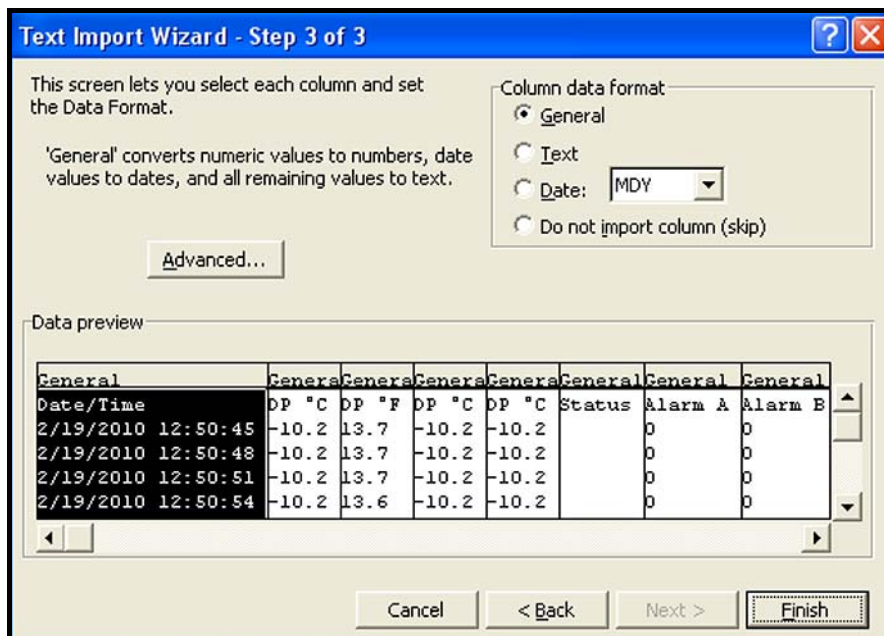

図 61 : Microsoft Excel のインポートウィザード - 手順 3
3. 目的のデータのデリミタを選択し、**Next >** をクリックします。下の図 61 のようなウィンドウが開きます。
4. 各列を選択し、その列について目的のデータ形式を設定します（下の図 61 を参照）。